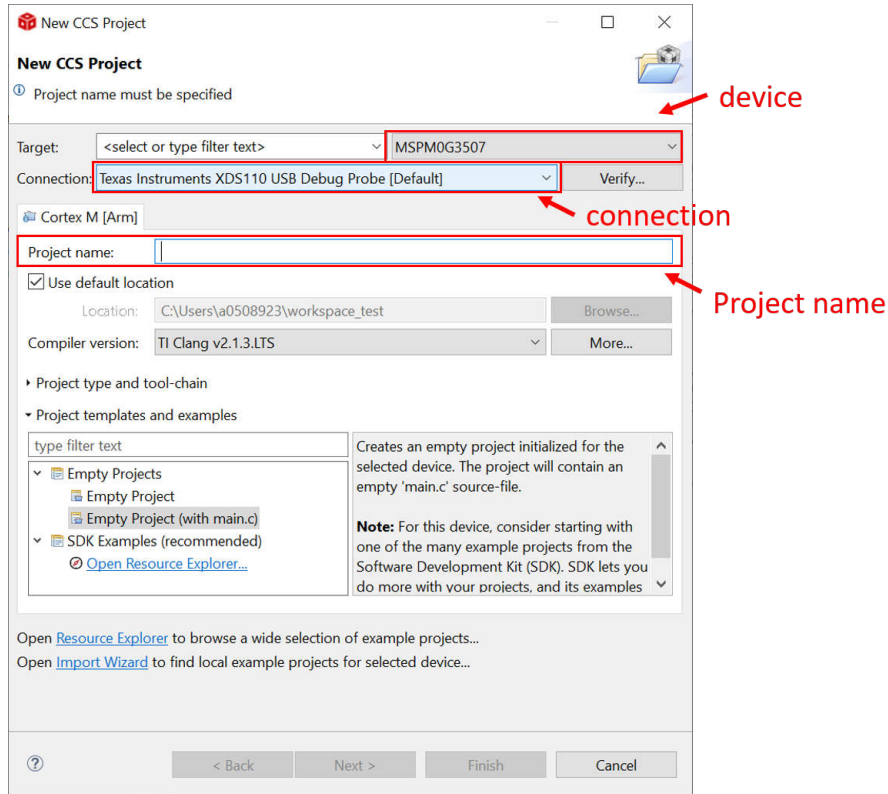

图 2-20. 在 CCS 中创建新工程
2. 如果要创建新工程，请转到“File” > “New” > “CCS Project”。有两项重要的设置需要完成。首先是选择 MSPM0 器件，其次是选择连接，如图 2-20 所示。然后，添加工程名称并按完成按钮后即可创建程序。建议查找 MSPM0 SDK 示例，该示例介绍了如何使用 CCS，请参阅节 2.2.4。